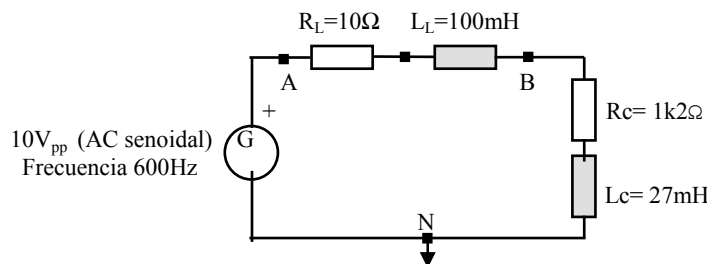

Figura 7
4.5.4 Si ahora en el circuito de la figura 7, se inserta en la línea un condensador de capacidad $0.1 \mu\text{F}$ variable, ajustándose la frecuencia hasta conseguir que $V_{AN} = V_{BN}$ en módulo. Justificar teóricamente los resultados obtenidos. Indicar asimismo el comportamiento del circuito para frecuencias menores y frecuencias mayores a las de la condición dada.